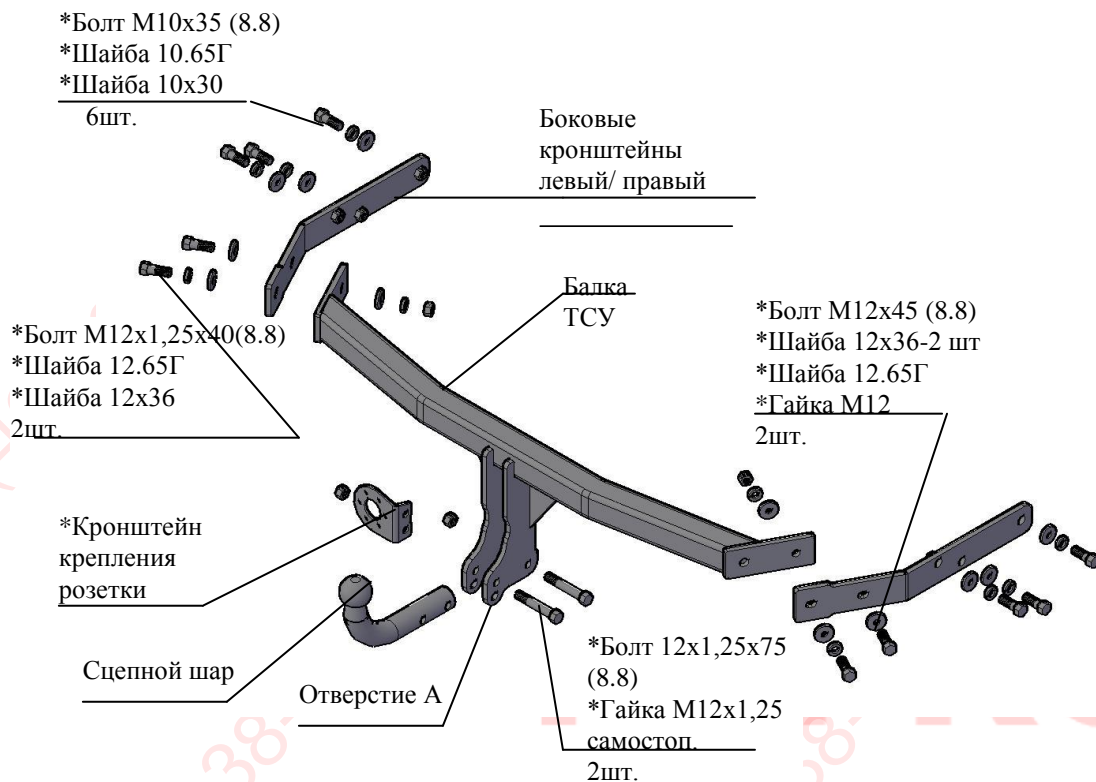

Рис.1 Тягово-сцепное устройство 8122
2.1 ТСУ 8122 в сборе (рис.1)	1 шт.
2.2 Пакет с комплектующими (см. рис.1)	1 шт.